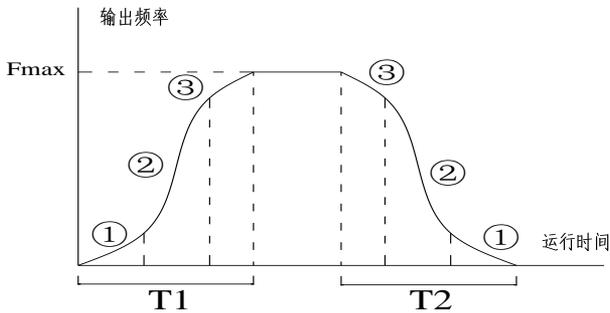

图 6-6 S 曲线加减速
变频器在加减速过程中，输出频率与加减速时间为 S 曲线关系，按照 S 形曲线递增或递减，如图 6-6 的曲线所示。
S 曲线起始段时间如图 6-6 中的①所示，是输出频率的斜率从零逐渐增大的阶段。
S 曲线上升段时间如图 6-6 中的②所示，是输出频率的斜率保持恒定的阶段。
S 曲线结束段时间如图 6-6 中的③所示，是输出频率的斜率从大逐渐减小到零的阶段。